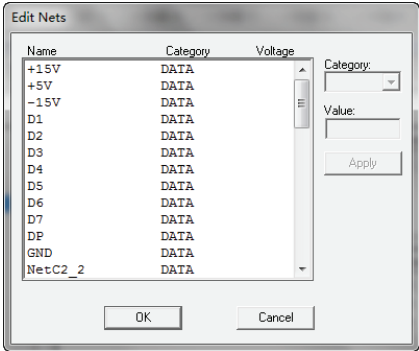

图 7-30 “Edit Nets”对话框
5) “Nets” 命令：该命令用来设置网络的类别和应用的值。在信号完整性分析时，用户可以编辑设置网络的种类和电压值，通过该命令就可以实现。执行该命令后，系统将弹出如图 7-30 所示的“Edit Nets”对话框，在该对话框可以进行设置。